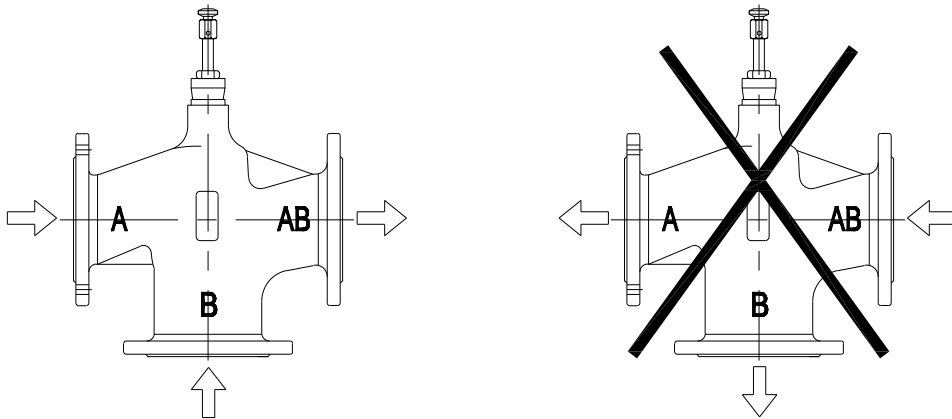

图 3
3. 如图 3，按照 A-AB 和 B-AB 作为流向指示，安装时应注意介质流向。